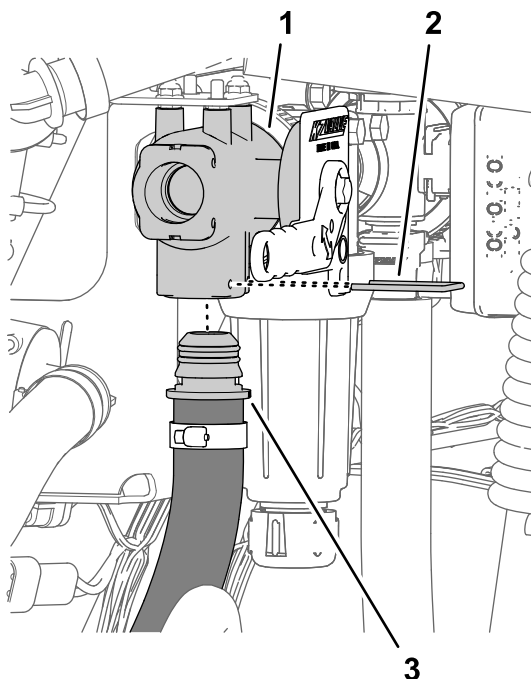

Figura 11
3. Alinai fittingul inelat al ansamblului furtunului de presiune cu orificiul inferior al supapei ejectorului i introducei fittingul drept până când acesta este aezat (Figura 11).